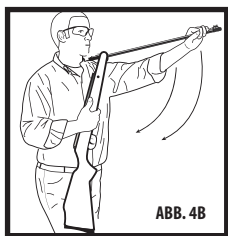

ABB. 4B
- Ziehen Sie das Mündungsende des Laufs so weit wie möglich schnell und fest nach unten, um den Verschluss zu spannen (Abb. 4B).